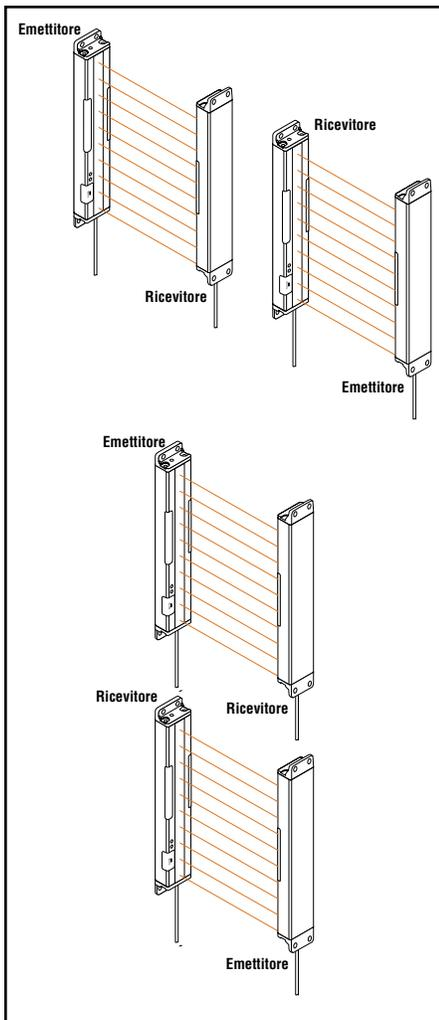

Figura 2. Installazione del sistema PVA: alternare le coppie di emettitori e ricevitori per evitare l'interferenza in applicazioni con più coppie di sensori
- Alternare la posizione relativa degli emettitori e dei ricevitori, come mostrato nella Figura 2.